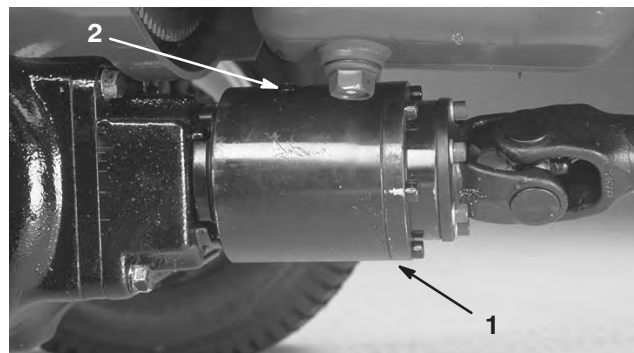

Bild 28
2. Drehen Sie die Kupplung (Bild 28), sodass die Schraube auf 16 Uhr steht (12 Uhr abgebildet).